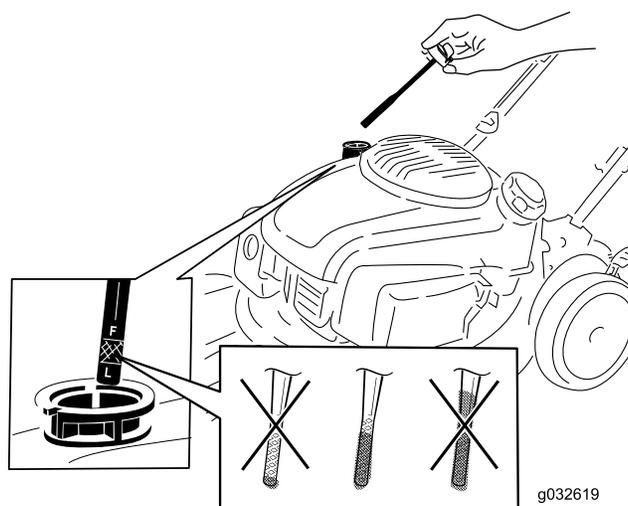

Figure 21
4. Versez de l'huile **lentement** dans le goulot de remplissage pour faire monter le niveau jusqu'au repère du plein (Full) sur la jauge (Figure 21). **Ne remplissez pas excessivement.** (Remplissage max. : 0,53 L (18 oz), type : huile détergente 10W-30 ou SAE 30 de classe de service API SJ ou supérieure.)